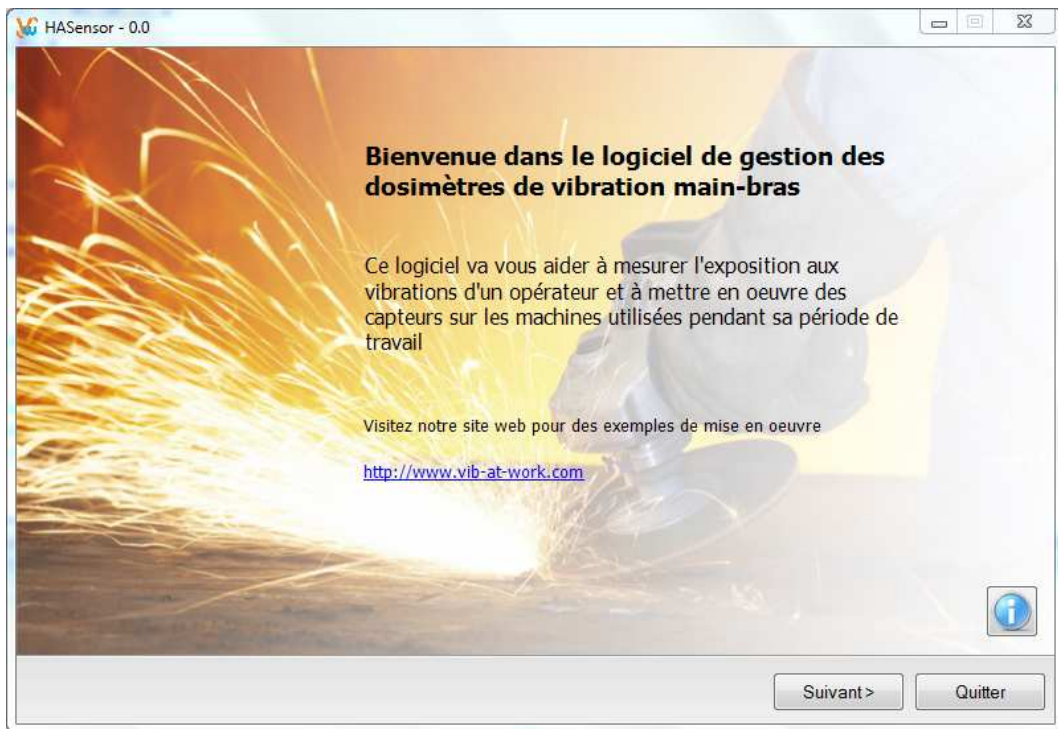

Figure 2 : Ecran d'accueil
- L'écran d'accueil apparaît (Figure 2)